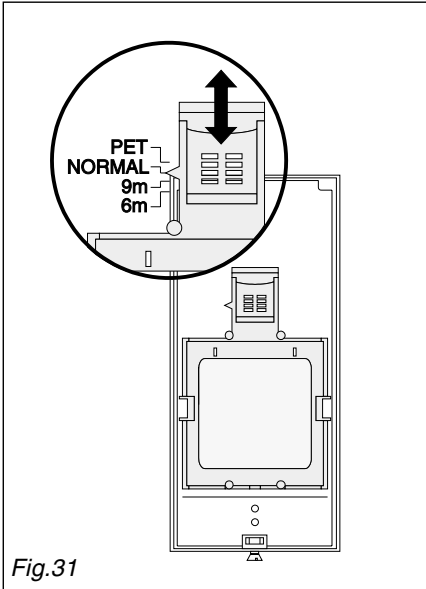

Fig.31
- 4- Régler la portée PIR dans le couvercle du détecteur en déplaçant la lentille (fig. 31).
## Portée PIR (fig. 31)